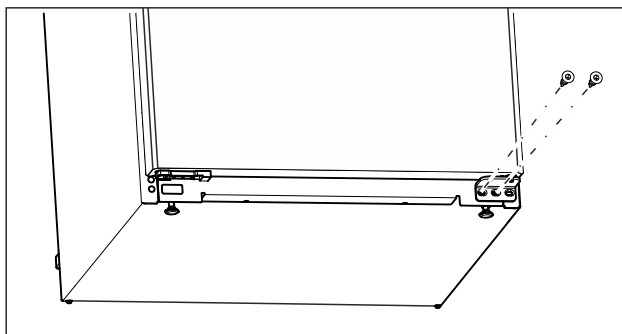

Fig. 10
- Draai de middelste schroef op de onderste lagersteun los met een Torx 20-schroevendraaier. (zie Fig. 10)
- Draai de binnenste schroef van de onderste lagersteun los met een Torx 20-schroevendraaier. (zie Fig. 10)